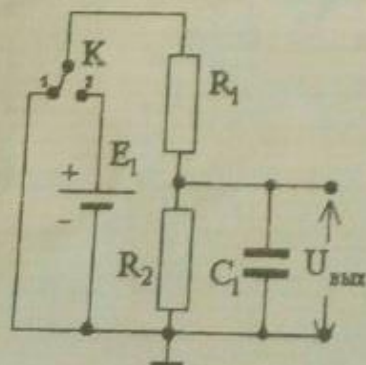
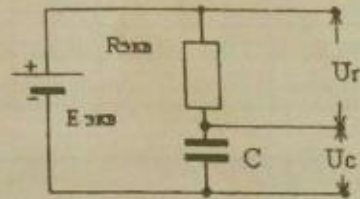

Рис.4
Рис.11
1. Если цепь делителя сложная, содержит более двух элементов, её необходимо привести к эквивалентной схеме, содержащей два элемента. Для этого требуется использовать теорему об эквивалентном генераторе. К примеру, схему на рис.4 можно представить в виде, изображенном на рис.11, где